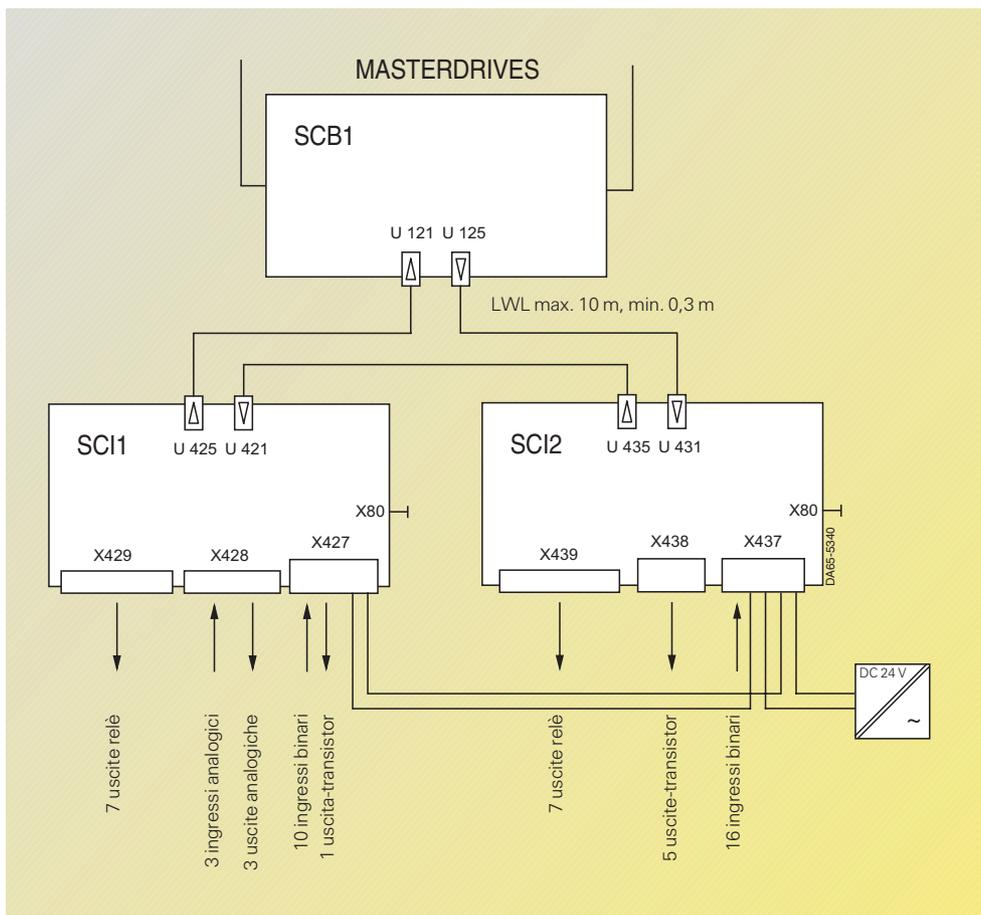

Fig. 6/82
- collegamento Peer-to-Peer tra più convertitori tramite l'interfaccia RS485 (vedi fig. 6/83).